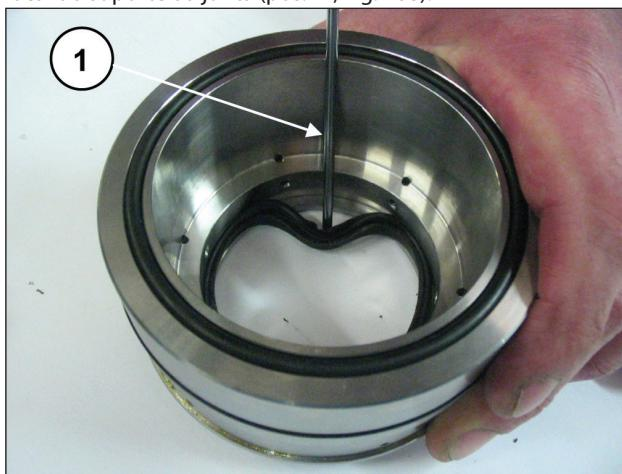

Fig. 168
Para remover a junta de baixa pressão, é necessário usar um medidor de espessura ou uma ferramenta que não danifique o local do suporte da junta (pos. ①, Fig. 168).